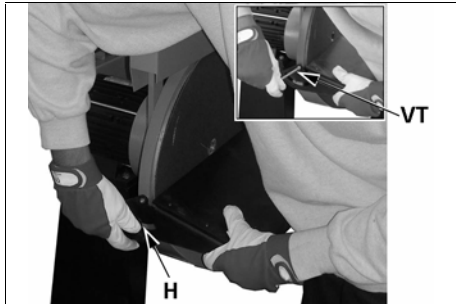

Fig. 28
- collocare di nuovo il piano di lavoro (A), bloccandolo in posizione di lavoro per mezzo delle viti (VT), e dei pomelli di bloccaggio (H), posti da entrambi i lati dell'apparato disco (Fig. 28/29);